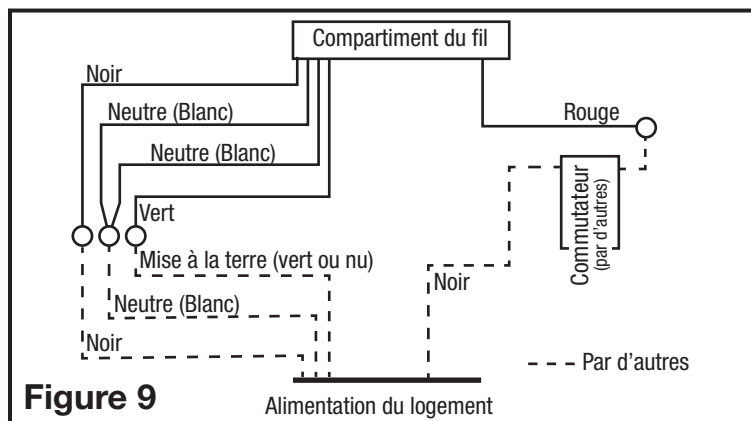

Figure 9
3. Fixez les fils électriques au logement avec une prise électrique approuvée. Pour les ventilateurs à deux vitesses, raccordés pour une ventilation continue, connectez les fils blanc du ventilateur au fil blanc (neutre) de la source d'alimentation. Connectez le fil de terre de la maison au fil vert du boîtier du ventilateur. Connectez le fil noir du ventilateur au fil noir (chaud) de la source d'alimentation. Le ventilateur fonctionnera à faible vitesse, en continu, et augmentera à haute vitesse lorsqu'un mouvement est détecté. Utilisez un interrupteur à bascule standard duplex, correctement mis à terre (comme Leviton 5224-2W, non inclus) pour relier le fil noir de la source d'alimentation à un côté de l'interrupteur du haut et du bas. Connectez le fil rouge (lumière) du boîtier du ventilateur à l'autre côté de l'interrupteur du haut. Un interrupteur à commande manuelle (non inclus) peut être utilisé pour éteindre manuellement le ventilateur (**Figure 9**).